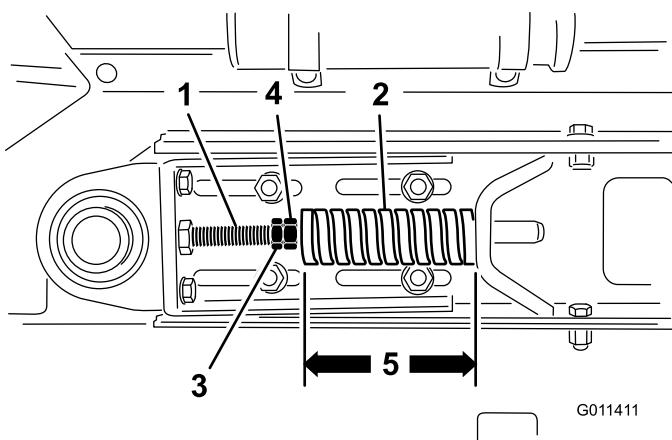

Figura 26
1. Allentate i controdadi e regolate i dadi del tirante (Figura 26) per raggiungere la tensione desiderata.